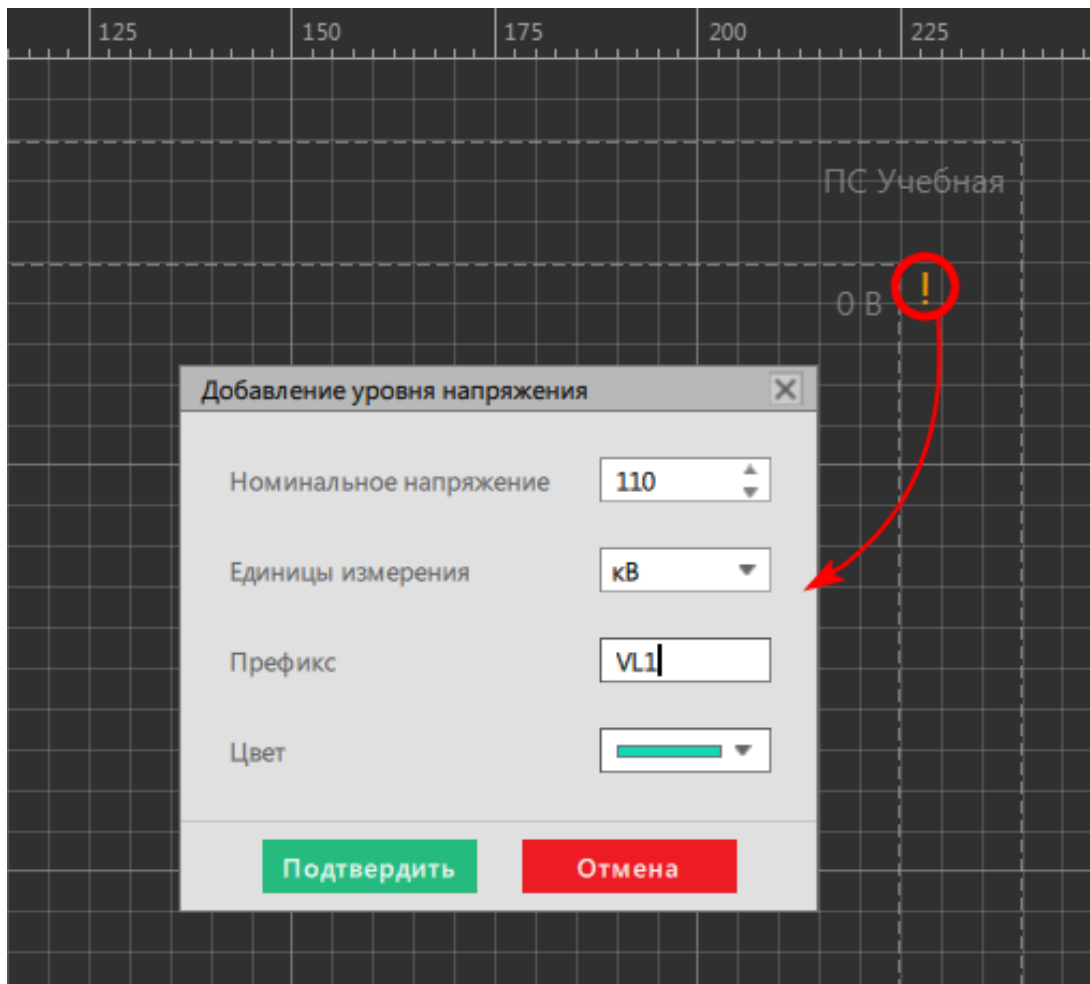

Рисунок 362 - Добавление уровня напряжения
5. Выделите область в редакторе внутри энергообъекта из п.3, нажмите на ! с зажатой клавишей *Alt* и задайте параметры уровня напряжения (Рисунок 362).